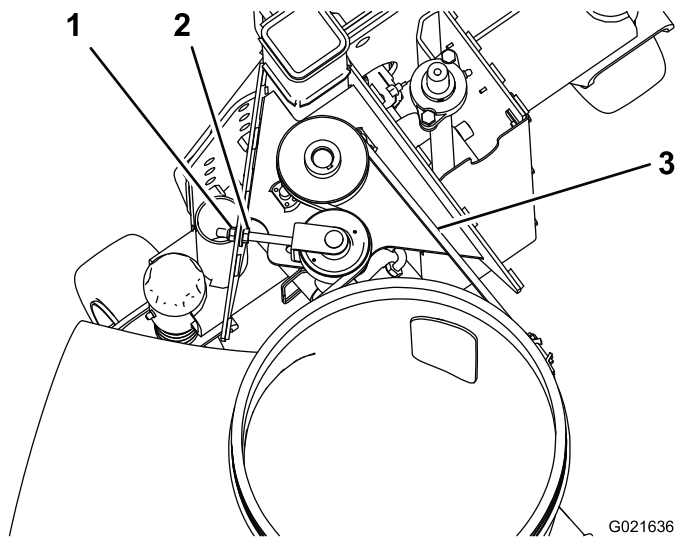

Bild 28
1. Prüfen Sie die Spannung, indem Sie eine Kraft von 30 N-M in der Mitte des längsten Laufs ansetzen (Bild 28). Der Riemen sollte 4,8 mm durchbiegen. Machen Sie bei einem falschen Durchbiegungswert mit dem nächsten Schritt weiter. Setzen Sie den Betrieb fort, wenn der Wert korrekt ist.
2. Lösen Sie zum Erhöhen der Riemenspannung die Sechskantmutter an und ziehen Sie die Bundmutter an, bis Sie eine ausreichende Spannung erreicht haben (Bild 28). Ziehen Sie sie nicht zu fest.